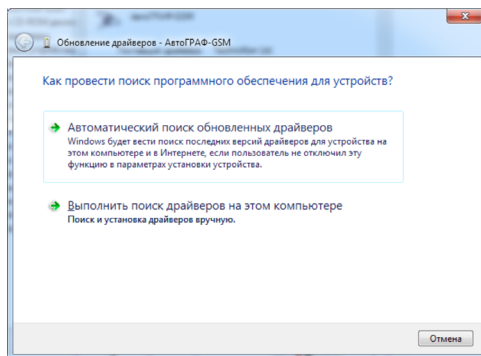

Рис.2.
3. Запустите Мастер обновления драйверов для устройства «AutoGRAPH», выберите пункт «Выполнить поиск драйверов вручную» (Рис.2).